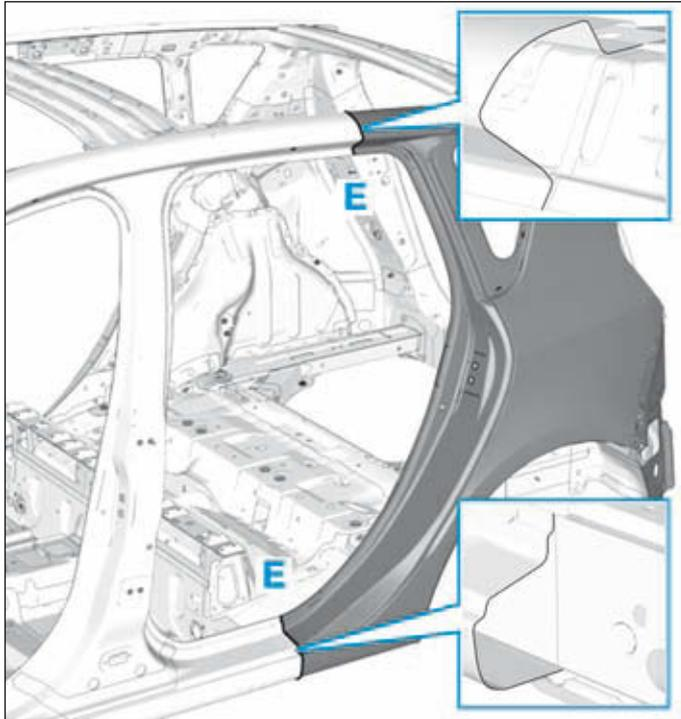

FIG.129
- Respecter les lignes de coupe (A) et (E) (Fig.129).